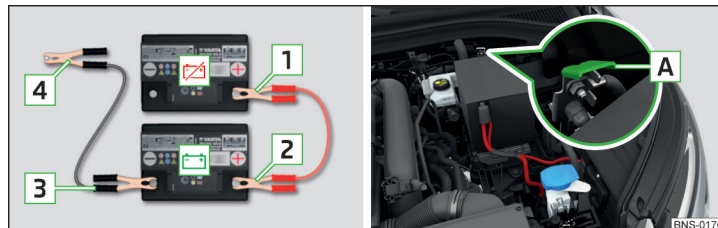

Fig. 346 Ayuda de arranque: - batería descargada, - batería que suministra corriente / punto de masa del motor en el sistema START-STOP
- En vehículos **con** el sistema START-STOP, fijar el borne **4** en el punto de masa del motor **A** » fig. 346.
- Sujete la pinza del polo negativo del cable de ayuda de arranque en el punto de masa del motor **A** » fig. 346 o en una parte metálica conectada con el bloque del motor o directamente en el bloque del motor.